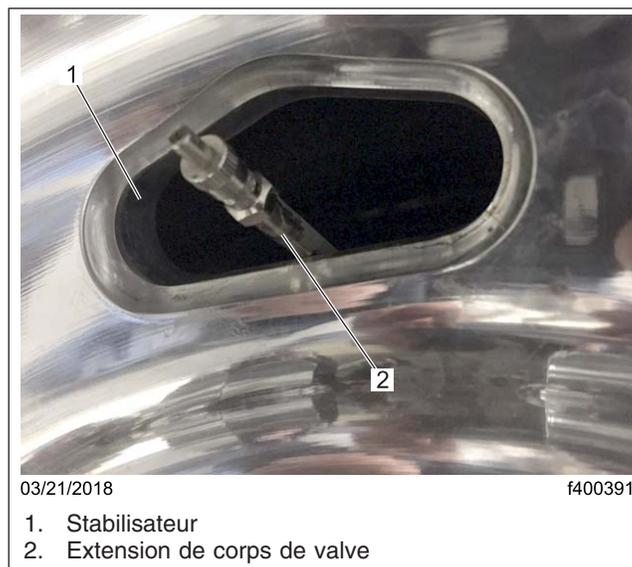

Fig. 1, Corps de valve avec nouveau stabilisateur
3. Repérez chacune des extensions de corps de valve des roues intérieures de l'essieu moteur. Reportez-vous à la figure 1.